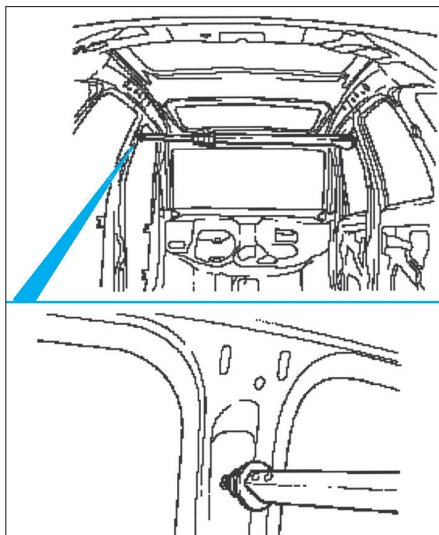

FIG. 44
- Entre les montants (supérieur) : 1229 mm (Fig.44).